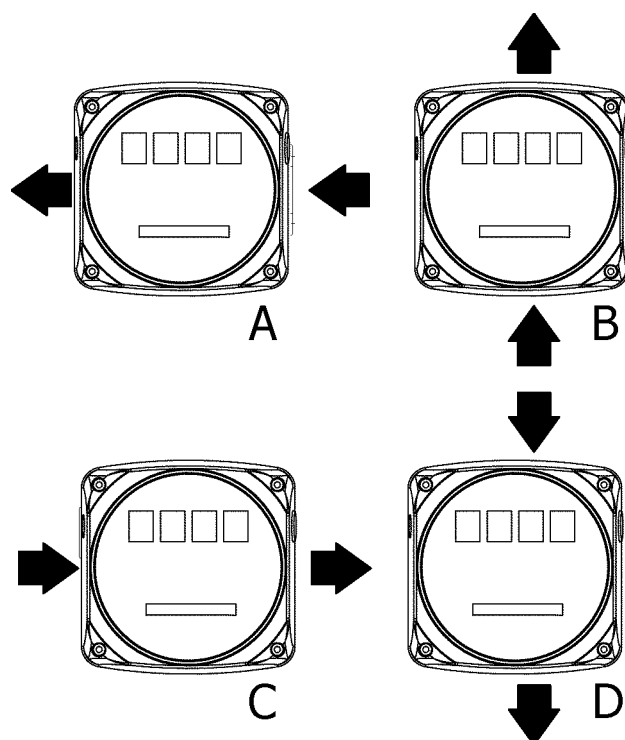

Fig. 2
- The meter is supplied in the standard configuration B (fig. 2). The meter and cover can be rotated by 90° to 90° in respect to the body in order to carry out the other three (A, C, D) configurations.
- El contador se suministra en la configuración estándar B (Fig. 2). El contador y la tapa pueden ser giradas de 90° en 90°, respecto al cuerpo, para realizar las restantes configuraciones ilustradas (A, C, D).
- Le compteur est fourni dans la configuration standard B (fig. 2). Le compteur et le couvercle peuvent toutefois être tournés de 90° en 90° par rapport au corps pour réaliser les autres configurations présentées (A, C, D).
- Der Zähler wird standardmässig in Ausführung B (Bild 2) geliefert. Zähler und Deckel können um jeweils 90° gedreht werden, um die Ausführungen A - C - und D zu erreichen.